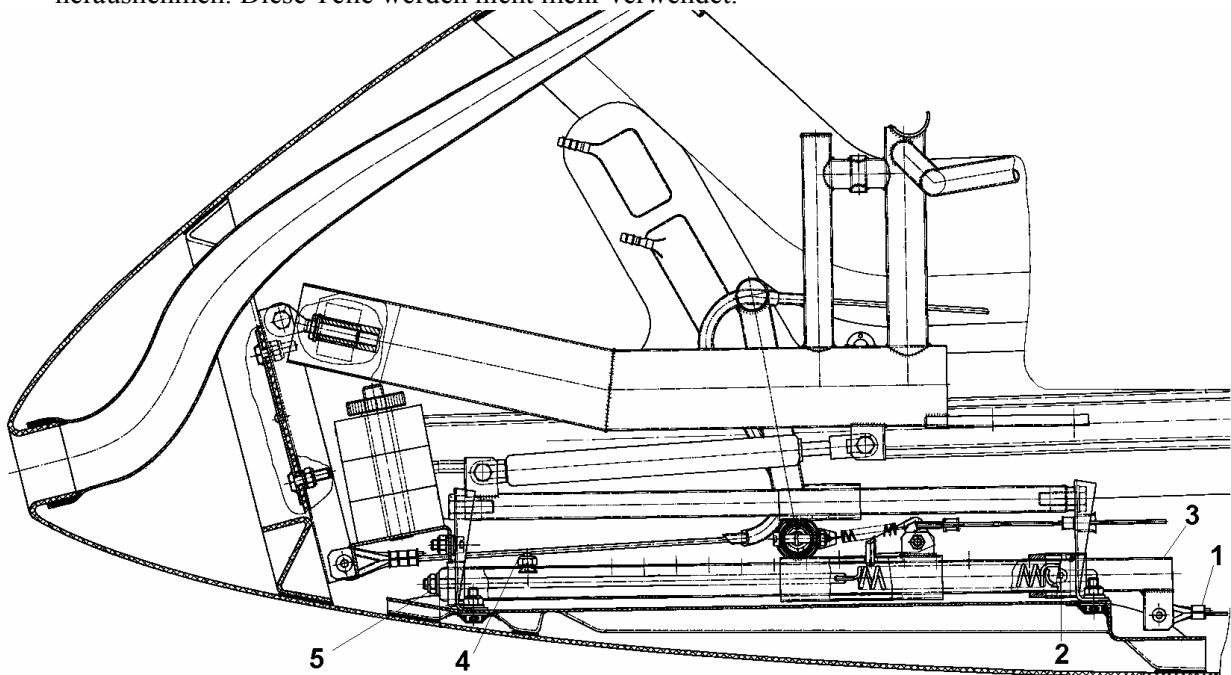

Abbildung 3, Zusammenbau Seitenruderpedalführung
4. Bowdenzug für die Bremse incl. Bowdenzughülle ausbauen (Pos. 1, Abbildung 3).
14. Die Schraube (Pos. 2, Abbildung 3) ausbauen.
15. Den Pedalschlitten entriegeln und das untere Pedalführungsrohr 4R14-19 (Pos. 3, Abbildung 3) um fast 180° drehen, die Schraube (Pos. 4, Abbildung 3) ausbauen und das Rohr nach hinten rausziehen.
16. Die Mutter (Pos. 5, Abbildung 3) ausbauen und die Stange mit der Feder und alle Scheiben herausnehmen. Diese Teile werden nicht mehr verwendet.
18. Die Einheit mit der Schraube (Pos. 2, Abbildung 3) wieder fixieren.